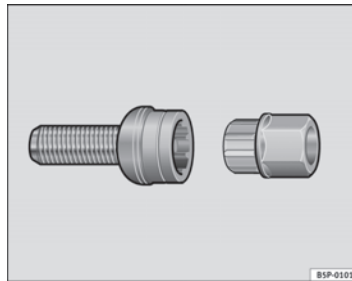

Abb. 176 Diebstahlhemmende Radschrauben ▶
- Setzen Sie den Adapter bis zum Anschlag in der diebstahlhemmenden Radschraube ein ⇒ Seite 258, Abb. 176.